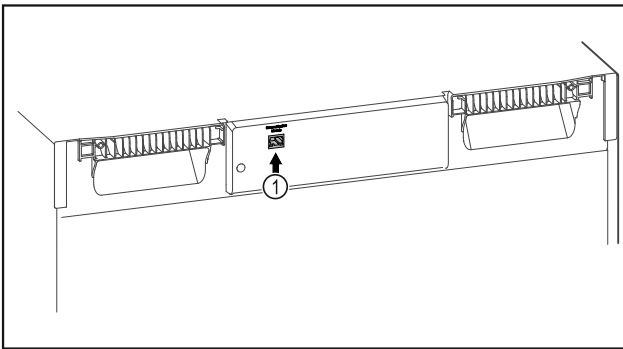

Fig. 103
- SmartModule Fig. 103 (1) установлен.